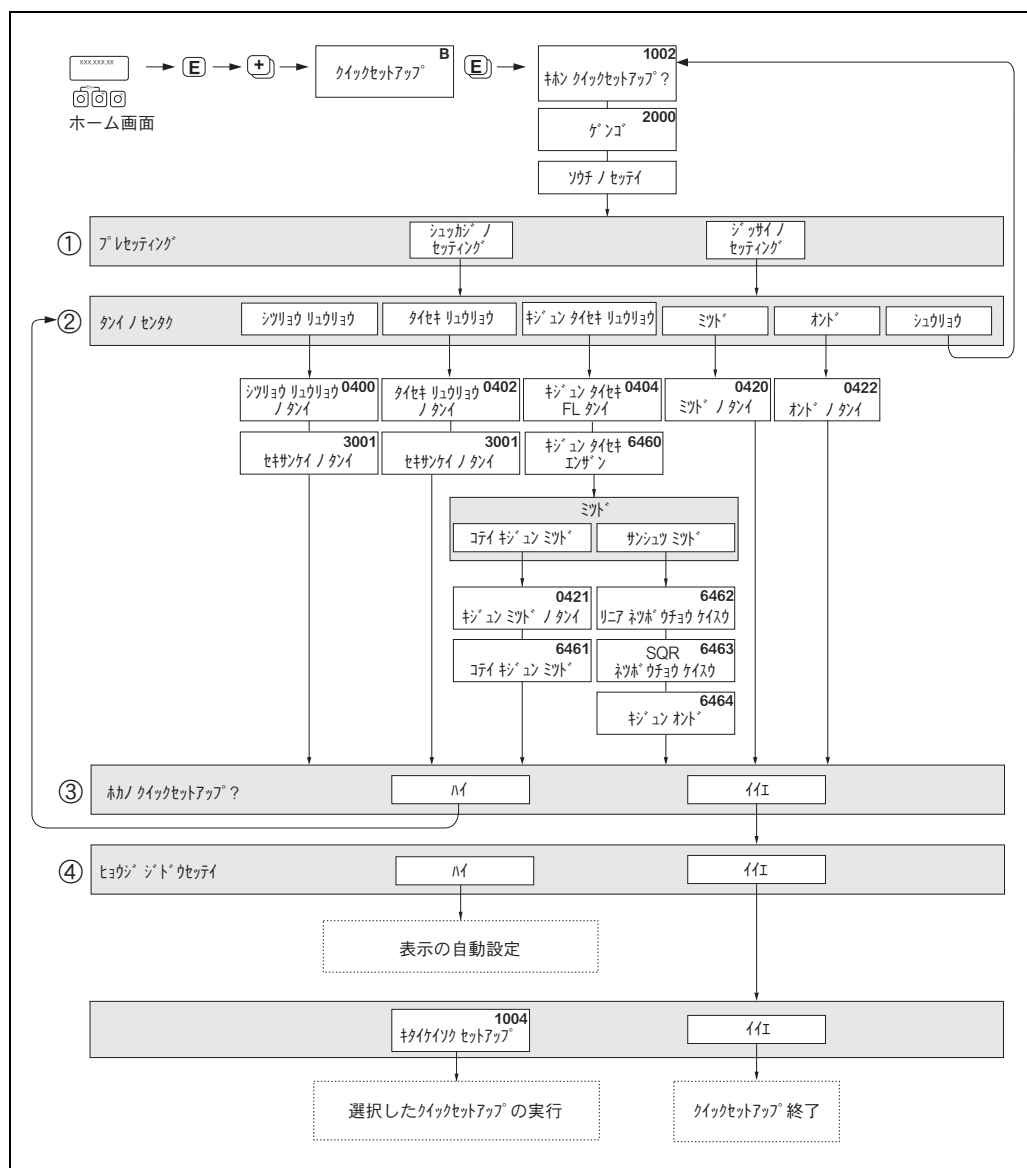

図 31: “基本設定” クイックセットアップ (現場指示計付きのみ)
現場指示計がある機器の場合、機器の標準的な設定は“基本設定”クイックセットアップメニューを使用することにより、簡単に素早く設定することができます（→図 31、→図 32）。現場指示計のない測定機器の場合、各パラメータおよび機能は、操作プログラムで設定する必要があります。
- キホンクイックセットアップ° (1002) 機能 →図 31